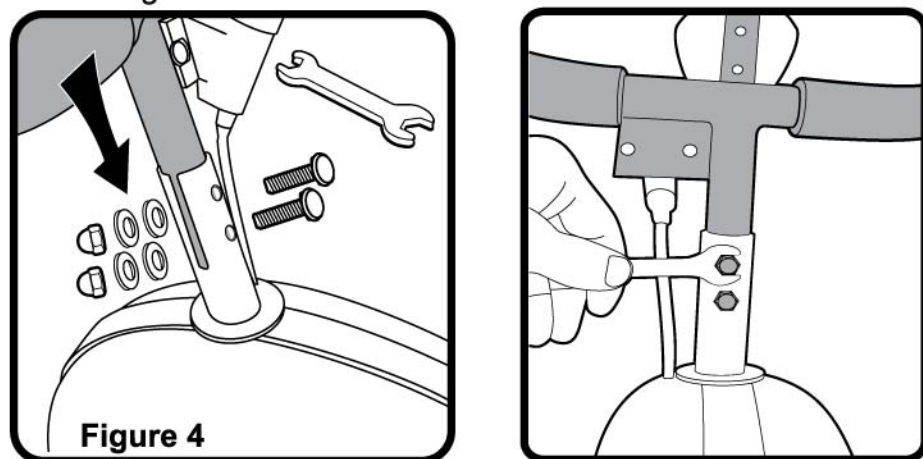

Figure 4
- Insérer le guidon dans le tube de support et l'attacher au cadre principal en utilisant 2 vis « M6 x 30MM » avec 1 rondelle métallique et 1 rondelle en plastique « M6 » et 2 écrous borgnes « M6 ». Serrer avec la clé. Serrer avec la clé. Comme indiqué sur la **Figure 4**.